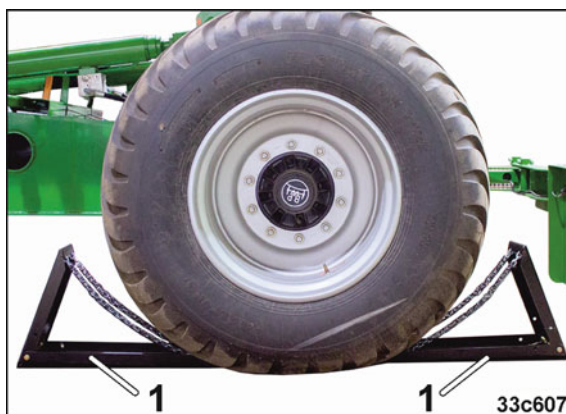

Bild 138
10. Säkra maskinhjulen med två stoppklossar (Bild 138/1)